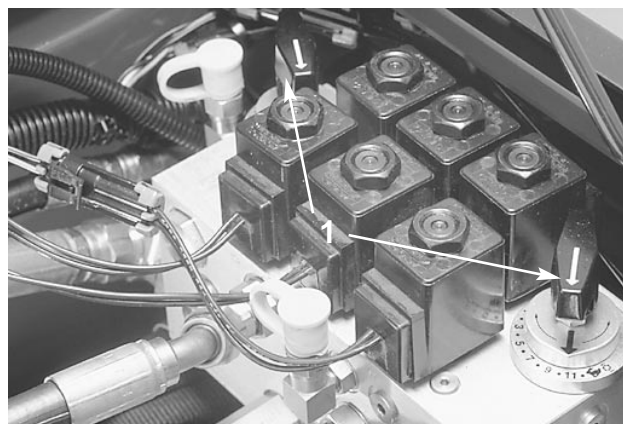

Fig. 12
**Knivcylinderhastighedsregulatorer** (Fig. 12)—Regulerer omdrejningstallet på forreste og bageste klippeenheder. Position nr. 1 er til baglappning. De øvrige indstillinger er til græsklipning.